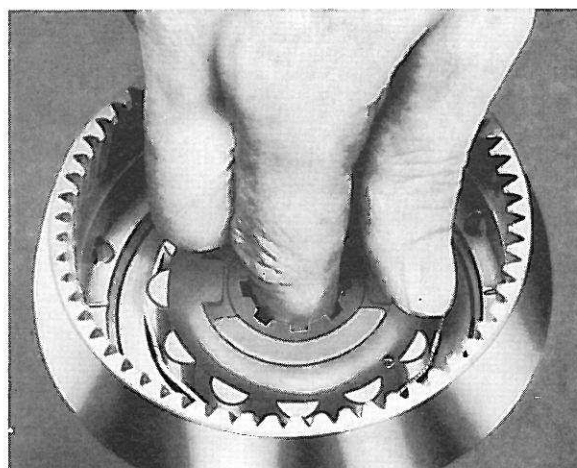
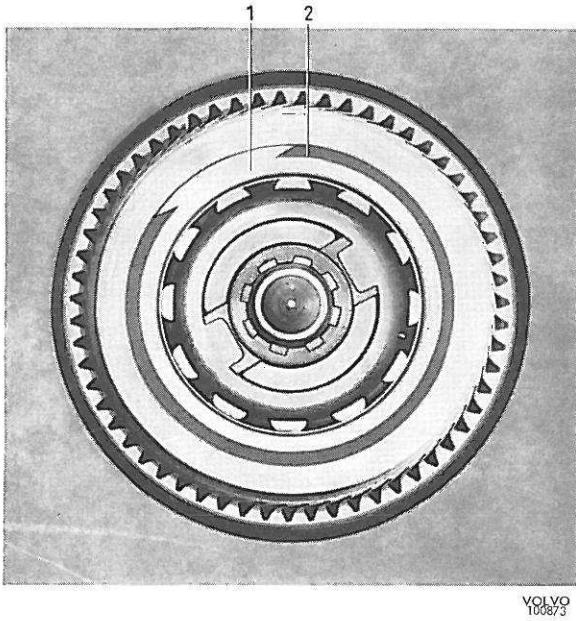

Figure 29. Remontage de la roue libre, III
Figure 30. Remontage du déflecteur d'huile
6. Reposer la rondelle de butée, ensuite la roue libre sur l'arbre de sortie, voir figure 29. Remonter le déflecteur d'huile et remettre le jonc d'arrêt, voir figure 30.